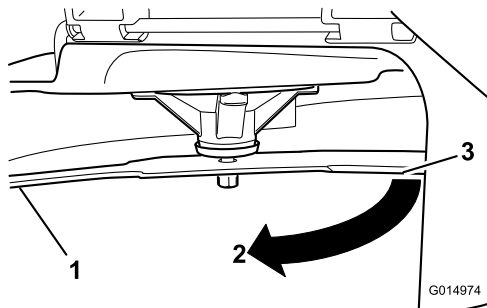

Figura 62
3. Distanza misurata tra la lama e la superficie (A)
4. Ruotate la stessa lama di 180 gradi in modo che il tagliente opposto si trovi ora nella stessa posizione (**Figura 62**).